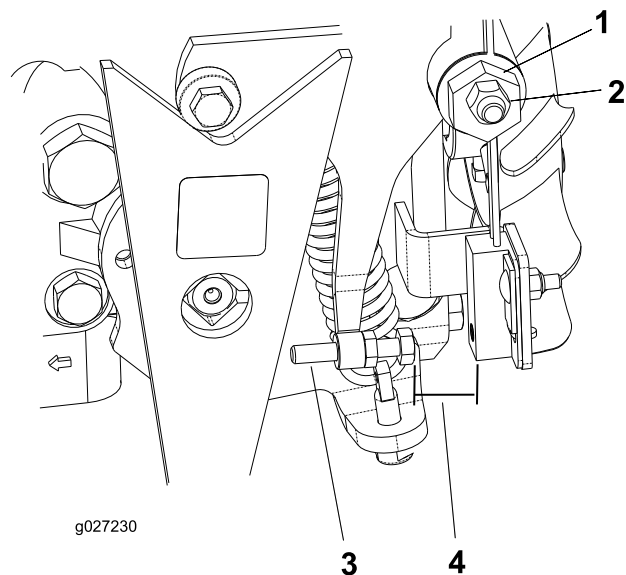

図 34
4. トラクション調整カムのロックナットをゆるめる(図 34)。
5. エンジンを始動し、カム 図 34 を左右に回してニュートラル位置の中心に合わせる。
3. ねじを回して、すき間を 0.8-2.3 mm に調整する 図 34。